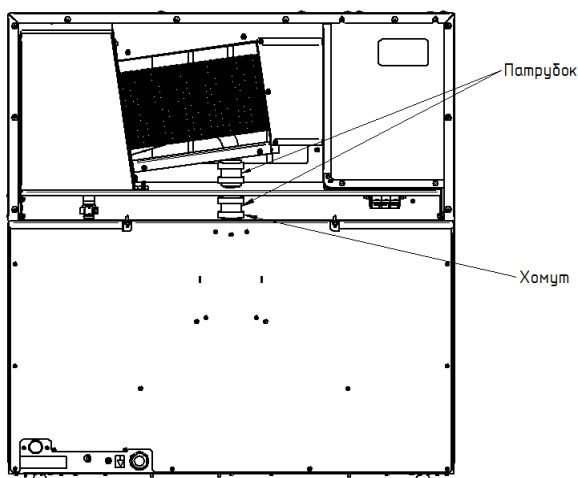

Рисунок 13
1.3. Соединить трубу ЗВВ-4-6/4ПМ.03.00.007 с трубой ЗВВ-4-6/4ПМ.03.00.006 установив между ними патрубок ЗВВ-4-6/4ПМ.00.00.006 стянуть хомутами 32-50 КОВОРОЛ, закрыть крышку. (см. Рисунок 13 и 14);